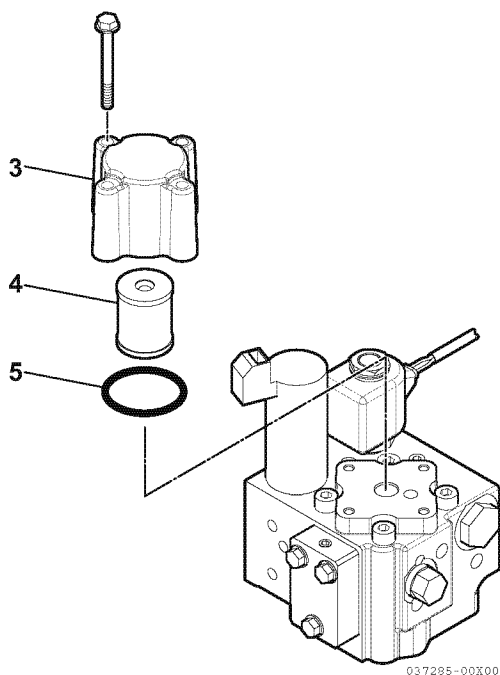

Figura 5
3. Quite el filtro (4, **Figura 5**).
4. Quite y cambie la junta tórica (5, **Figura 5**).
2. Quite la caja del filtro (3, **Figura 5**).